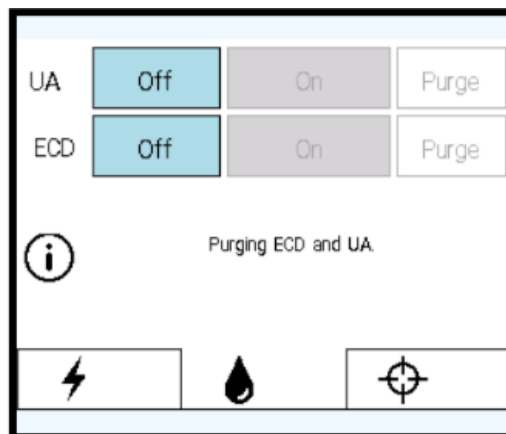

Bild 10: Skärm för positioneringssystemets gränssnittsbox – fliken Fluid Circuit (vätskekrets)
5. På skärmen för positioneringssystemets gränssnittsbox väljer du fliken **Fluid Circuit** (vätskekrets) (*Bild 10*) och rensar pumparna till ultraljudsapplikatoren och det endorektala kylinstrumentet. Du kan också göra detta från behandlingskonsolen genom att trycka på **PURGE** (rensa) bredvid vätskekretsens skärmområde (*Bild 11*).